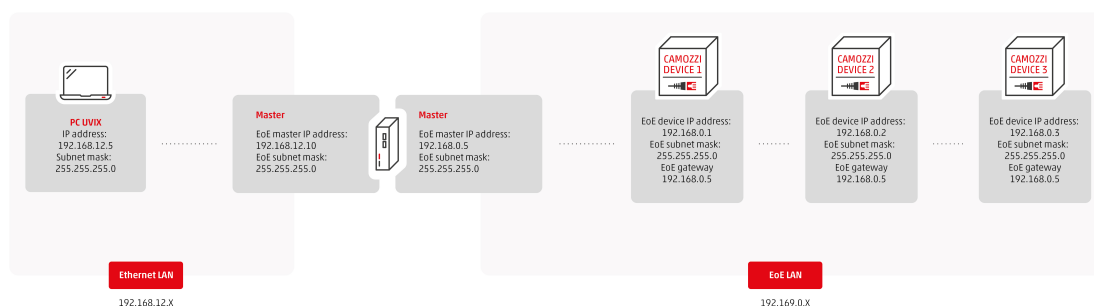

Figura 2.6: External EoE Communication via IP Routing
- **Direct EoE Access via EtherCAT Switch Port:** in questa casistica l'UVIX è installato su un PC dedicato inserito all'interno della rete EtherCAT, figura 2.6.
- **External EoE Communication via IP Routing:** in questa casistica il PC con installato UVIX è in una rete (nell'esempio indicata come Ethernet LAN) diversa della rete EtherCAT (nell'esempio indicata come EoE LAN), figura 2.6.